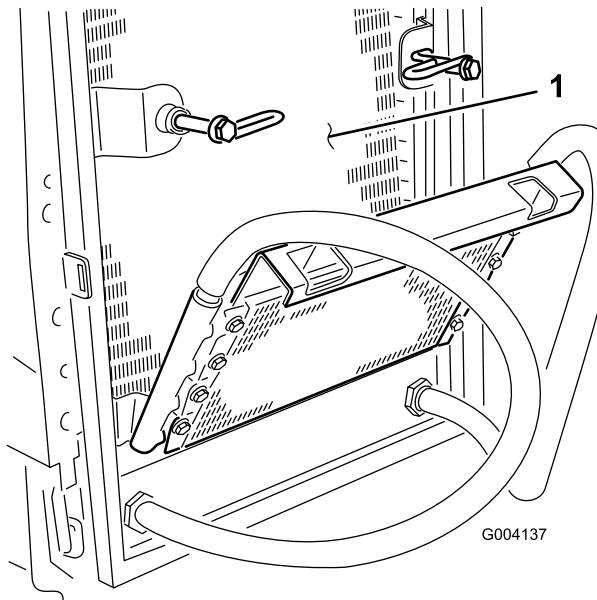

Figura 64
6. Pulite accuratamente entrambi i lati del radiatore dell'olio e del radiatore utilizzando aria compressa (Figura 64).